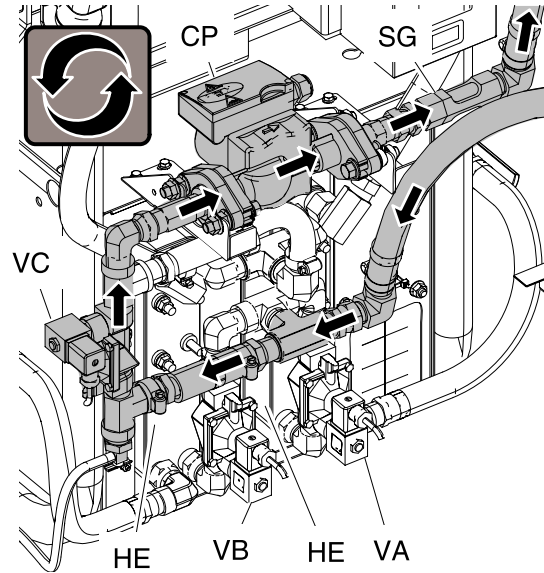

Figure 19 配比器冷却剂回路 — A 和 B 阀关闭 (不加热涂料)
控制阀 (VA, VB) 关闭时, A 和 B 涂料达到目标温度。冷却剂流过旁路控制阀 (VC)、循环泵 (CP)、窥镜 (SG)、配比器冷却剂充填瓶 (HF), 然后返回发动机冷却剂回路中的热交换器。参见 图 19。